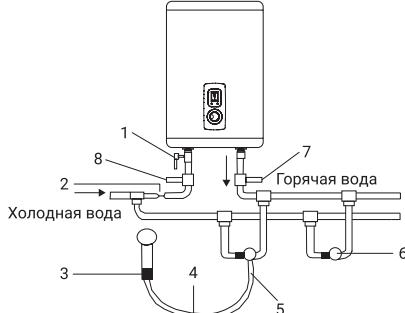

Рис. 5
1. Установка водонагревателей серии ZWH/S Azurro существенно облегчается возможностью установить их как вертикально, так и горизонтально в любом месте вашего дома, в отапливаемом (!) помещении. Желательно установить водонагреватель как можно ближе к месту использования горячей воды, поскольку чем меньше длина труб, тем меньше потери тепла. Как показано на рис. 5а, при горизонтальной установке водонагревателя трубы подводки должны быть расположены справа. При установке водонагревателя рядом со стеной, оставьте рекомендованное свободное пространство для технического обслуживания. Не устанавливайте водонагреватель на горизонтальной поверхности и вплотную к полу.
Во избежание протечек при подключении трубопровода на концы резьбовых соединений следует установить комплектные резиновые уплотнительные прокладки. Если необходимо реализовать систему водоснабжения на несколько водоразборных точек, используйте способ соединения (см. рис. 5).
Рис. 5а